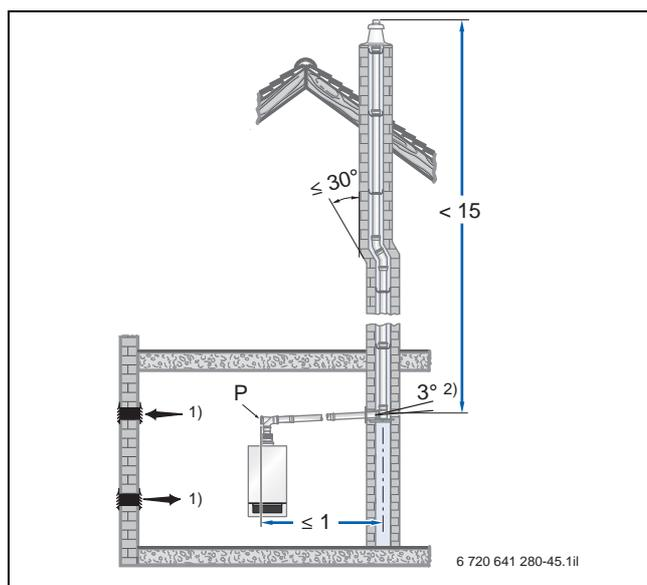
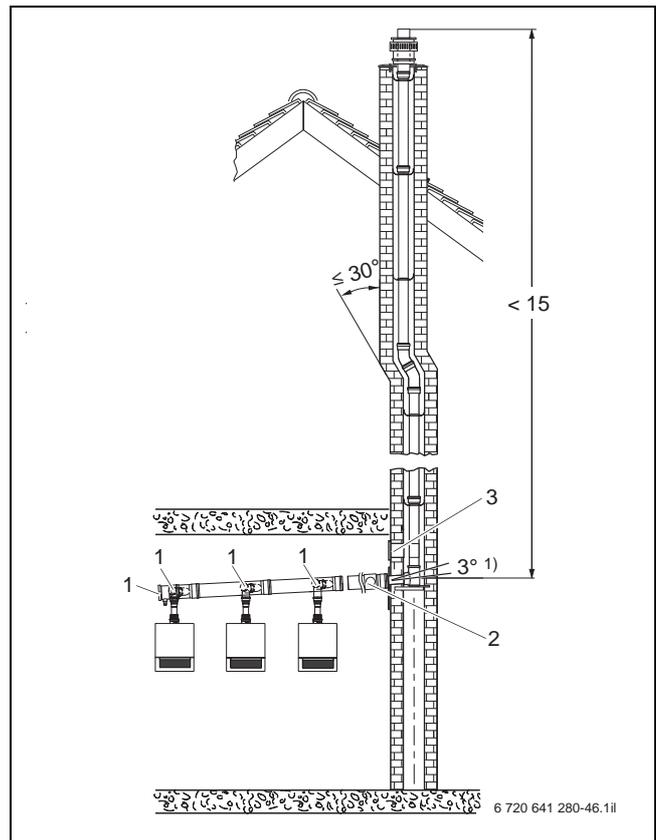

Bild 114 Beispiel zur Anordnung der Prüföffnung (P) bei einer waagerechten Abgasleitung ohne Umlenkung im Aufstellraum (Maße in m)
Bild 115 Beispiel zur Anordnung der Prüföffnung bei einer Kaskade (Maße in m)
Gemäß DIN 18160-1 und DIN 18160-5 müssen Abgasanlagen für raumluftabhängigen Betrieb leicht und sicher zu überprüfen und ggf. zu reinigen sein. Hierzu sind Prüföffnungen einzuplanen (→ Bild 114 und Bild 115).
- An der Stirnseite im geraden, waagerechten Abschnitt der Abgasleitung höchstens 1 m von der Umlenkung in den senkrechten Abschnitt entfernt, sofern sich dazwischen keine Umlenkung befindet (→ Bild 114) **oder**
- Seitlich im waagerechten Abschnitt der Abgasleitung höchstens 30 cm von der Umlenkung in den senkrechten Abschnitt entfernt (→ Bild 115, [2]).
- Die untere Prüföffnung bei DN 160 und DN 200 entsprechend Bild 115, [2] angeordnet ist
- Die untere Prüföffnung nach DIN 18160-1 und 18160-5 ausgeführt ist (→ Bild 114 und Bild 115).